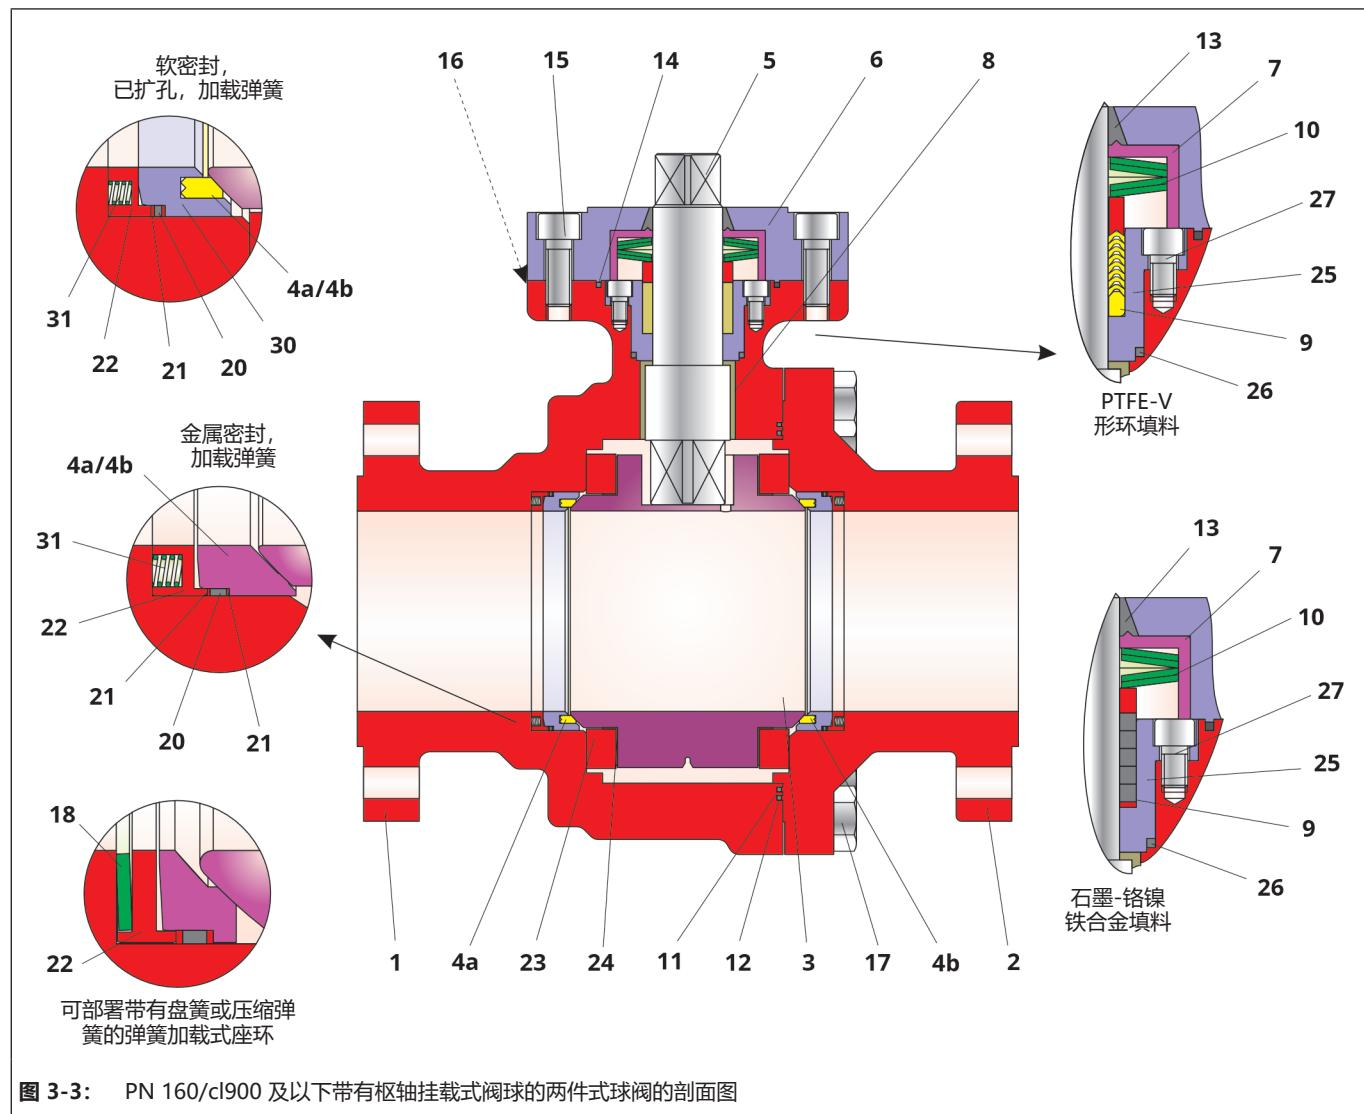

图 3-3: PN 160/cl900 及以下带有枢轴挂载式阀球的两件式球阀的剖面图
在组装期间必须遵守图 3-3 中所示各个部件的位置和排布。
- ⇒ 用 V 形环填料 填料 (9) 填充填料压盖衬套 (25)。有关 V 形环的排布，请参见图 3-3。
- ⇒ 用 石墨填料 (9) 填充填料压盖衬套 (25)。有关形环的排布，请参见图 3-3。
- ⇒ 将盘簧组 (10) 放在填料 (9) 上。有关盘簧的排布，请参见图 3-3。
- ⇒ 推动衬套 (7) 经过控制轴 (5)，以使其停靠在盘簧 (10) 上并将其居中。
- ⇒ 小心向上推动碳石墨环 (13) 经过控制轴 (5)，直抵衬套 (7)。
- ⇒ 将碳石墨环 (14) 插入填料箱法兰 (6) 的沟槽。
- ⇒ 将填料箱法兰 (6) 穿过控制轴 (5) 放到主阀体 (1) 上。
- ⇒ 轻轻润滑螺钉 (15)。
- ⇒ 用螺钉 (15) 均匀调整填料箱法兰 (6) 并以交叉方式拧紧。